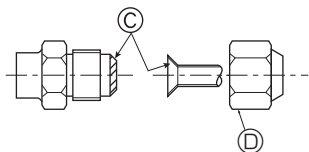

Fig. 4-7
А (Fig. 4-7)
Б (Fig. 4-7)
4.4. Соединение труб (Fig. 4-7)
- Нанесите тонкий слой масла хладагента на контактную поверхность труб и соединений перед тем, как затягивать гайку с фланцем. ④
- Для затягивания трубных соединений используйте два гаечных ключа. ⑤
- Нанесите машинное масло охлаждения на всю поверхность области присоединения муфты. ⑥